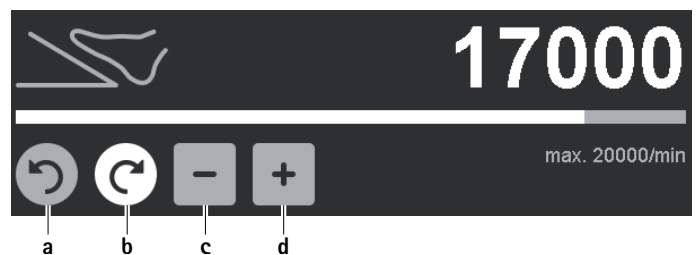

Fig. 6 Modification de la limite supérieure de la plage de vitesse de rotation/du sens de rotation
- Modification du sens de rotation: actionner le bouton de sens de rotation inactif gris rotation à gauche/rotation à droite **a/b**, voir Fig. 6.